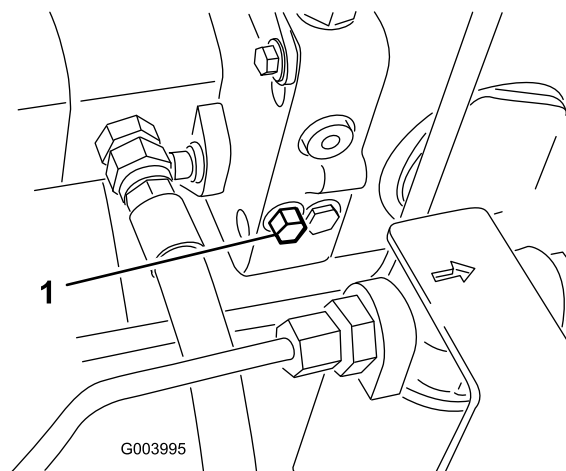

Figura 95
3. La pompa cu cilindree variabilă, rotii urubul supapei de bypass cu o tură și jumătate pentru a deschide supapa și pentru a permite uleiului să ocolească prin interior (Figura 95).